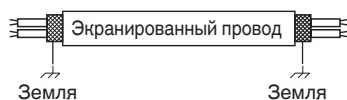

Рис. 4-4
- (5) Используйте экранированные провода для межблочной проводки управления (с) и заземлите оплетку с обеих сторон, в противном случае возможно нарушение работы из-за помех. (Рис. 4-4) Подключите проводку, как показано в Разделе "4-3. Схемы электропроводки системы".